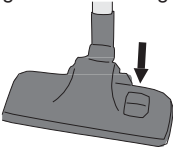

Abbildung 4
4. Stellen Sie jetzt die Saugdüse für das Saugen eines harten oder weichen Untergrunds ein, indem Sie mit dem Fuß auf den Schalter drücken, siehe Abbildung 4. Bei einem harten Untergrund drücken Sie den Schalter ein, sodass die Borsten aus der Kombisaugdüse herausstehen. Bei einem weichen Untergrund ziehen den Schalter hoch.